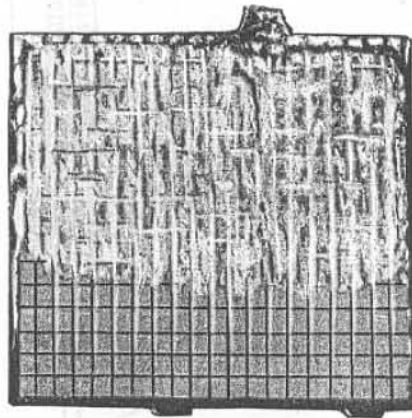

Abb. 8
63. Die Veränderung der Säuredichte beim Entladen von Bleisammlerzellen ist je nach der Bauart verschieden, aber für jede einzelne Bauart im ganzen Verlauf des Entladevorganges derart ausgeprägt (Abb. 8), daß sie als Maßstab für den jeweiligen Ladezustand einer Bleisammlerzelle dienen kann (Ziff. 64). Unbedingte Voraussetzung dafür ist jedoch, daß die Bleisammlerzelle bei jeder Messung stets die gleiche Menge an Sammlerflüssigkeit enthält, da die Dichtemessungen sonst falsche Werte ergeben.
72. Besitzt ein Sammler zu wenig Sammlerflüssigkeit, so daß die Platten nicht voll bedeckt sind, so bildet sich auf den Plattenoberflächen unter der Einwirkung der Luft ebenfalls eine nicht leitende Bleisulfatschicht (Ziff. 70). Die Rückbildung dieser Schicht ist kaum noch möglich (Abb. 8). Auch wenn dieser Teil der Platten wieder von Sammlerflüssigkeit bedeckt wird, arbeitet er beim Laden und Entladen des Sammlers nicht mehr mit. Die Entladefähigkeit des Sammlers ist dadurch gesunken.